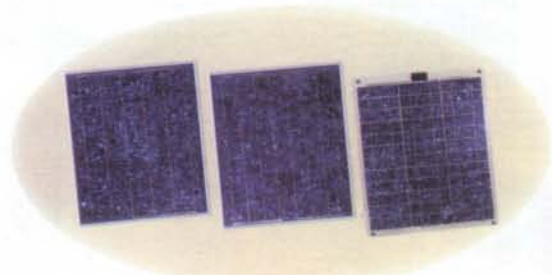

**Figura 5.14.** Pilas y baterías de litio iónico.
**Pilas de litio iónico:** es una nueva tecnología, que se está introduciendo al mercado, aunque aún no son muy comerciales. Suministran 3,6V por celda y son generalmente planas. **Figura 5.14**